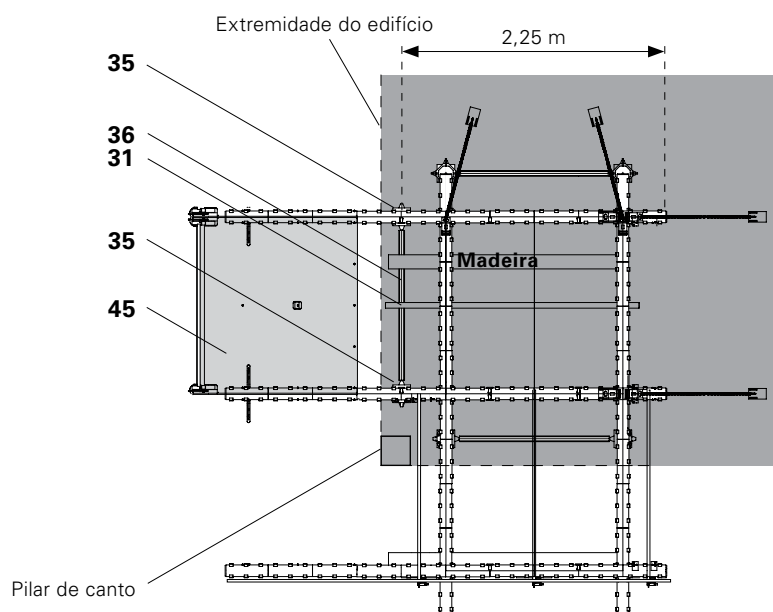

Fig. A9.06a
5. Montar a plataforma SKYDECK SDB (45) interior. (Fig. A9.06a)
2. Posicionar a plataforma de canto no canto do edifício de modo a que os prumos MULTIPROP (35) estejam o mais próximo possível da extremidade do edifício. (Fig. A9.06a)